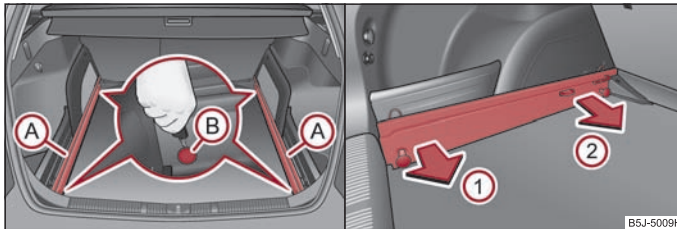

Abb. 64 Kofferraum: Sicherungspunkte lösen / Tragschienen herausnehmen
- Lösen Sie die Sicherungspunkte **B** an den Tragschienen mit dem Fahrzeugschlüssel bzw. mit einem flachen Schraubendreher ⇒ Abb. 64.
- Fassen Sie die Tragschiene **A** an der Position **1** an ⇒ Abb. 64 und lösen Sie diese durch Ziehen in Pfeilrichtung. Um den Ausbau zu erleichtern, können Sie die herausnehmbaren Ablagefächer herausnehmen ⇒ Seite 78, „Herausnehmbare Ablagefächer im Gepäckraum“.